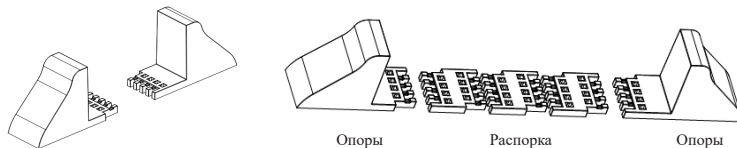

Рис. 2-1. Комплект опор и распорок
- 1) Вытащите опоры и распорки и соберите их так, как показано на рис. 2-1. Для моделей ИБП с продолжительным временем питания от внешнего аккумулятора требуется четыре опоры. Для стандартных моделей ИБП или аккумуляторных отсеков потребуется четыре дополнительные распорки.